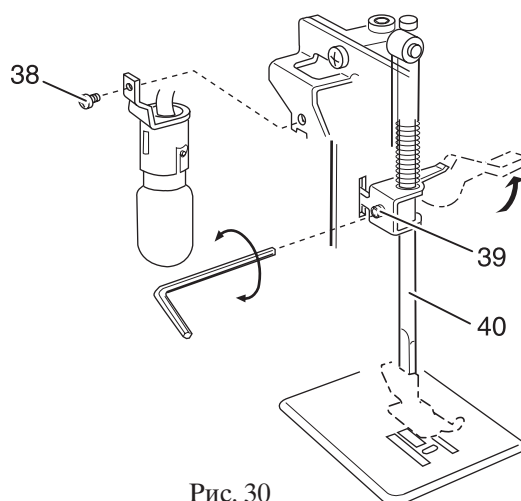

Рис. 30
- Выверните винт крепления патрона лампочки и отведите патрон с лампочкой в сторону (рис. 30).